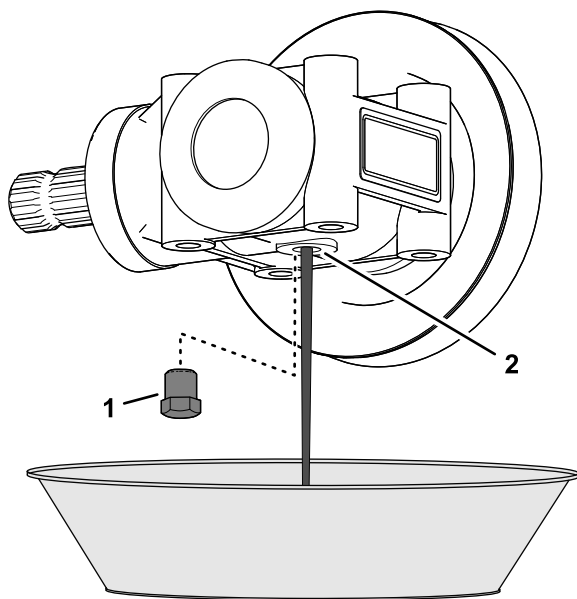

Figura 119
1. Togliete il tappo dell'alloggiamento dal relativo foro nella scatola a ingranaggi del piatto di taglio (Figura 119).
- Collocate la scatola a ingranaggi sulla bacinella di spurgo e svuotatela completamente dall'olio (Figura 119).